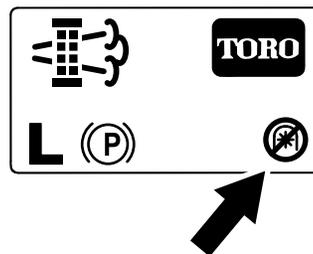

Figura 51
**Nota:** O Ecrã inicial mostra o ícone da PTO desativada (Figura 51).
**Nota:** O Ecrã inicial mostra o ícone da PTO desativada; consulte Figura 51 em Mensagens da regeneração em estacionamento \(página 39\).